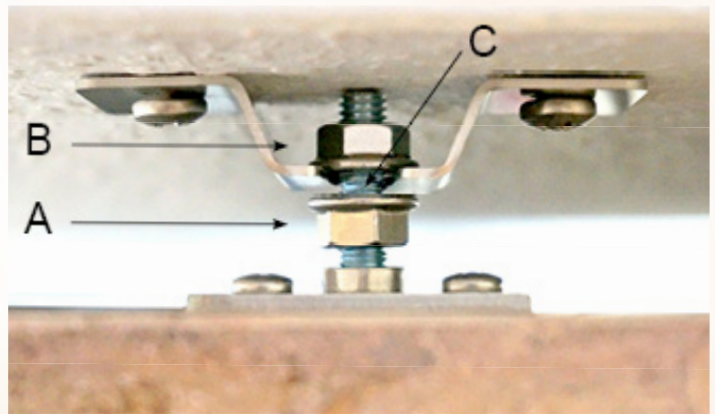

Abb. 3
7. Schrauben Sie auf die beiden oberen Gewindebolzen der Heizplatte (werden in Wandhalter eingehängt) je eine Sechskantmutter mit Flansch (A) bis zum Gewindeende und achten Sie darauf, dass der Flansch von der Heizplatte weg zeigt. **Siehe Abb. 3** (bereits werkseitig für die Hochkant Montage vormontiert)